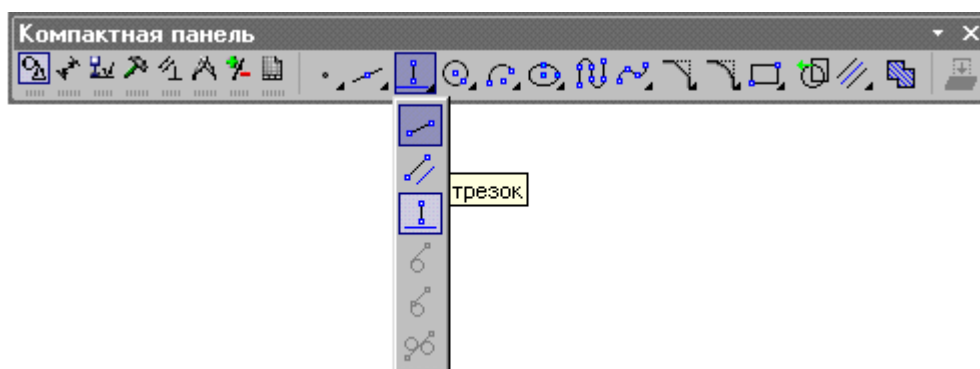

Рисунок 4.20 Вызов команды отрезок
7. Не отпуская левую кнопку мыши, поместите курсор на кнопку **Отрезок** и отпустите кнопку мыши. Будет вызвана команда построения отрезка по двум точкам (рисунок 4.20).